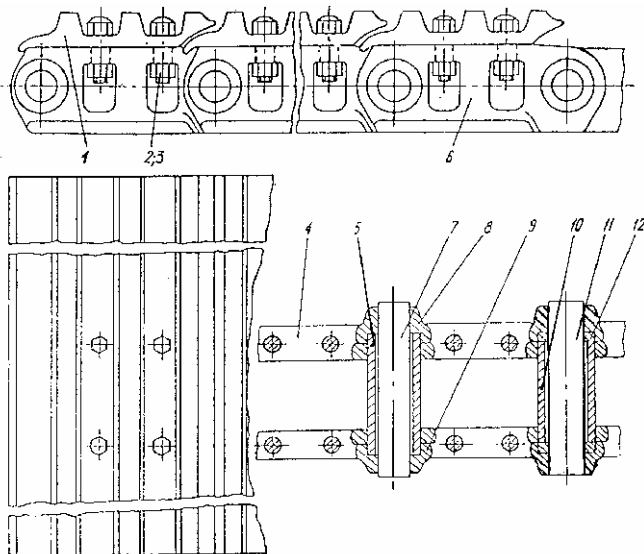

Рис. 17 Гусеница
1.6. ГУСЕНИЧНАЯ ЛЕНТА (РИС. 17)